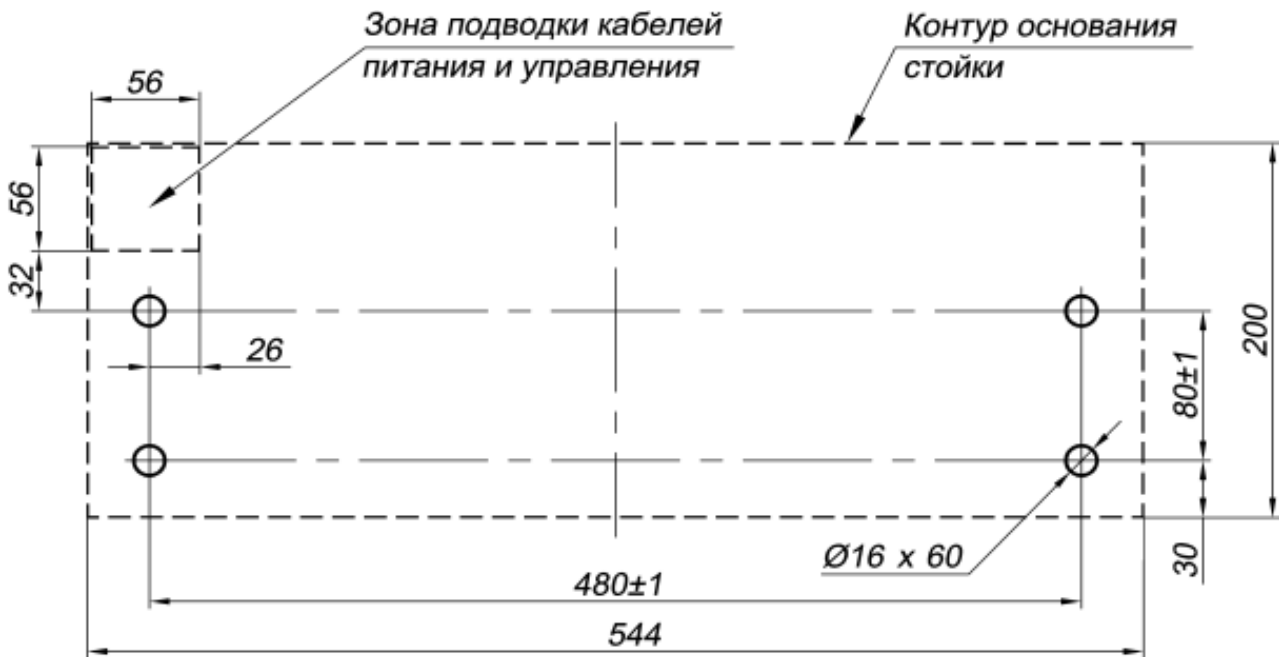

Рисунок 13. Схема разметки для установки стойки ЭП
4. Выполните на установочной поверхности в соответствии с рис. 13 разметку отверстий для монтажа стойки.